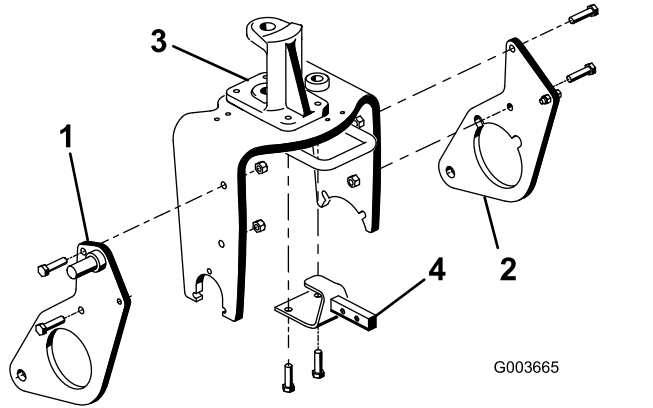

图 11
1. 如图 11 所示用 2 个螺栓 1/2 x 2 英寸和锁紧螺母将右犁板松动地安装至脚轮叉右侧。
2. 对左犁板重复此步骤图 11。
4. 卸下并丢弃将转向枢轴前部固定至脚轮叉顶部的 2 个螺栓图 11。
- 使用 2 个螺栓 1/2 x 1-3/4 英寸用脚轮叉和转向枢轴安装孔将挂钩架支架安装到脚轮叉下侧请参阅图 11。